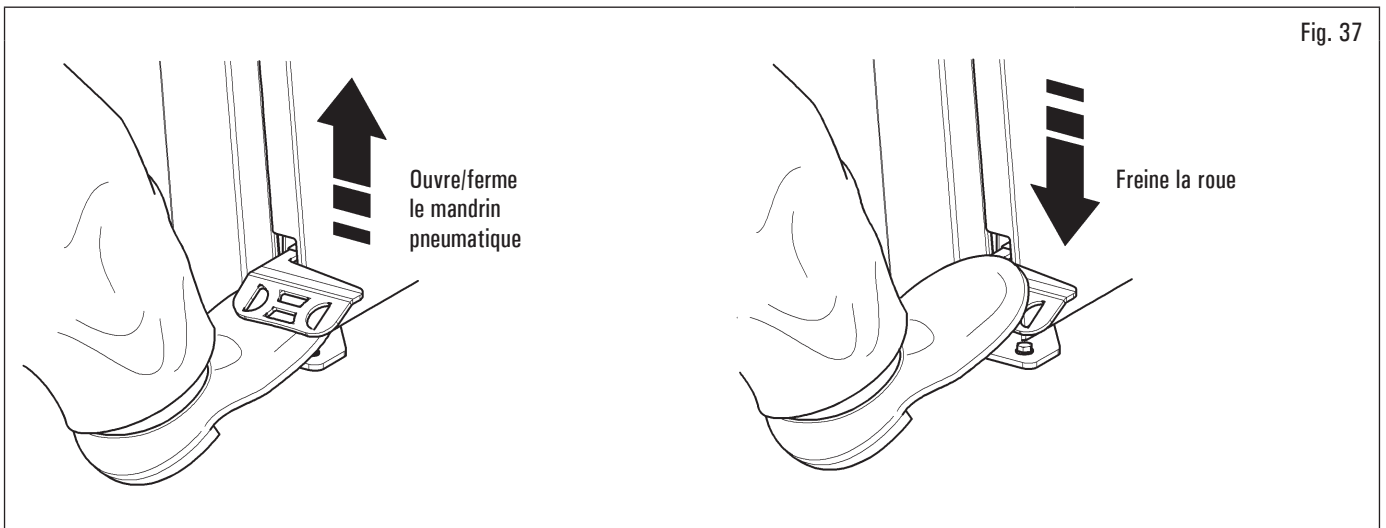

Fig. 37
- Si le mandrin pneumatique est fermé, ouvrez-le en soulevant la pédale, voir Fig. 37 ;